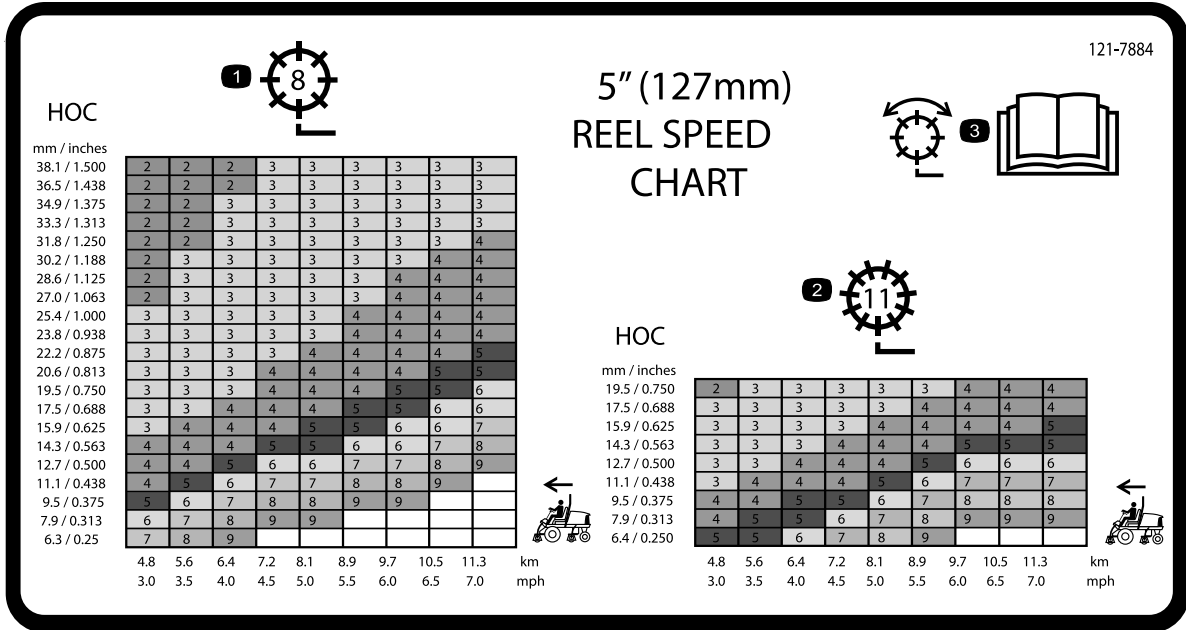

Figura 32
3. Consulte el gráfico de la pegatina con la tabla de velocidades de los molinetes (Figura 32) para determinar el ajuste correcto de los molinetes.